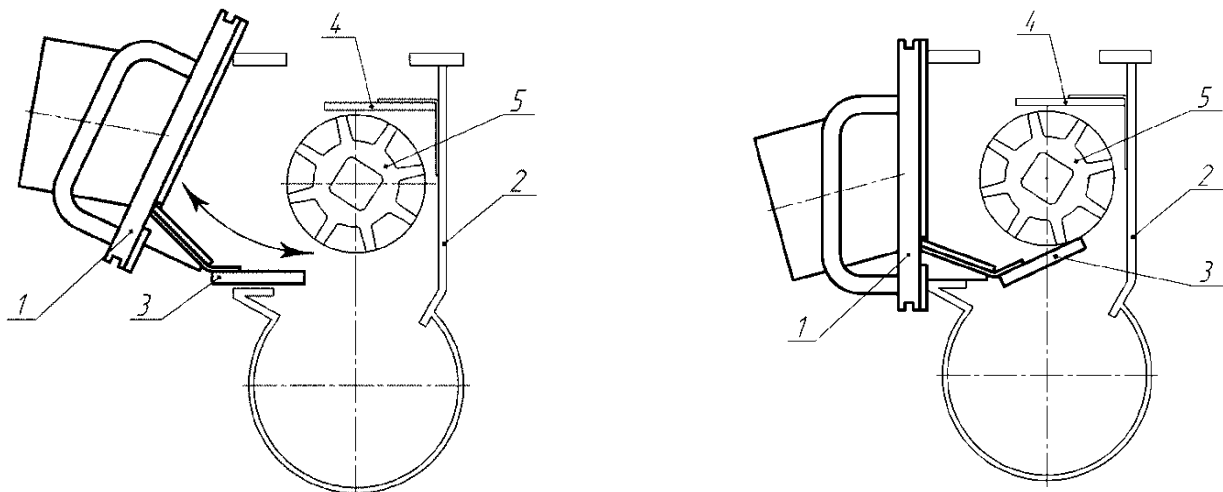

Рис.7 Установка/снятие крышки высевающего аппарата
4.9.Вместо стандартных крышек высевающих аппаратов установить крышки с системой управляемого опорожнения бункера поз.1 рис.7.